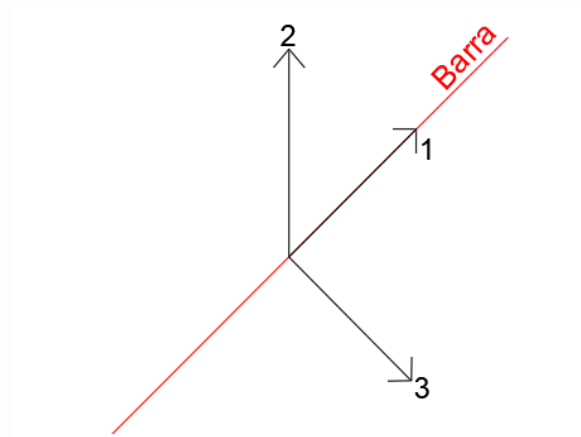
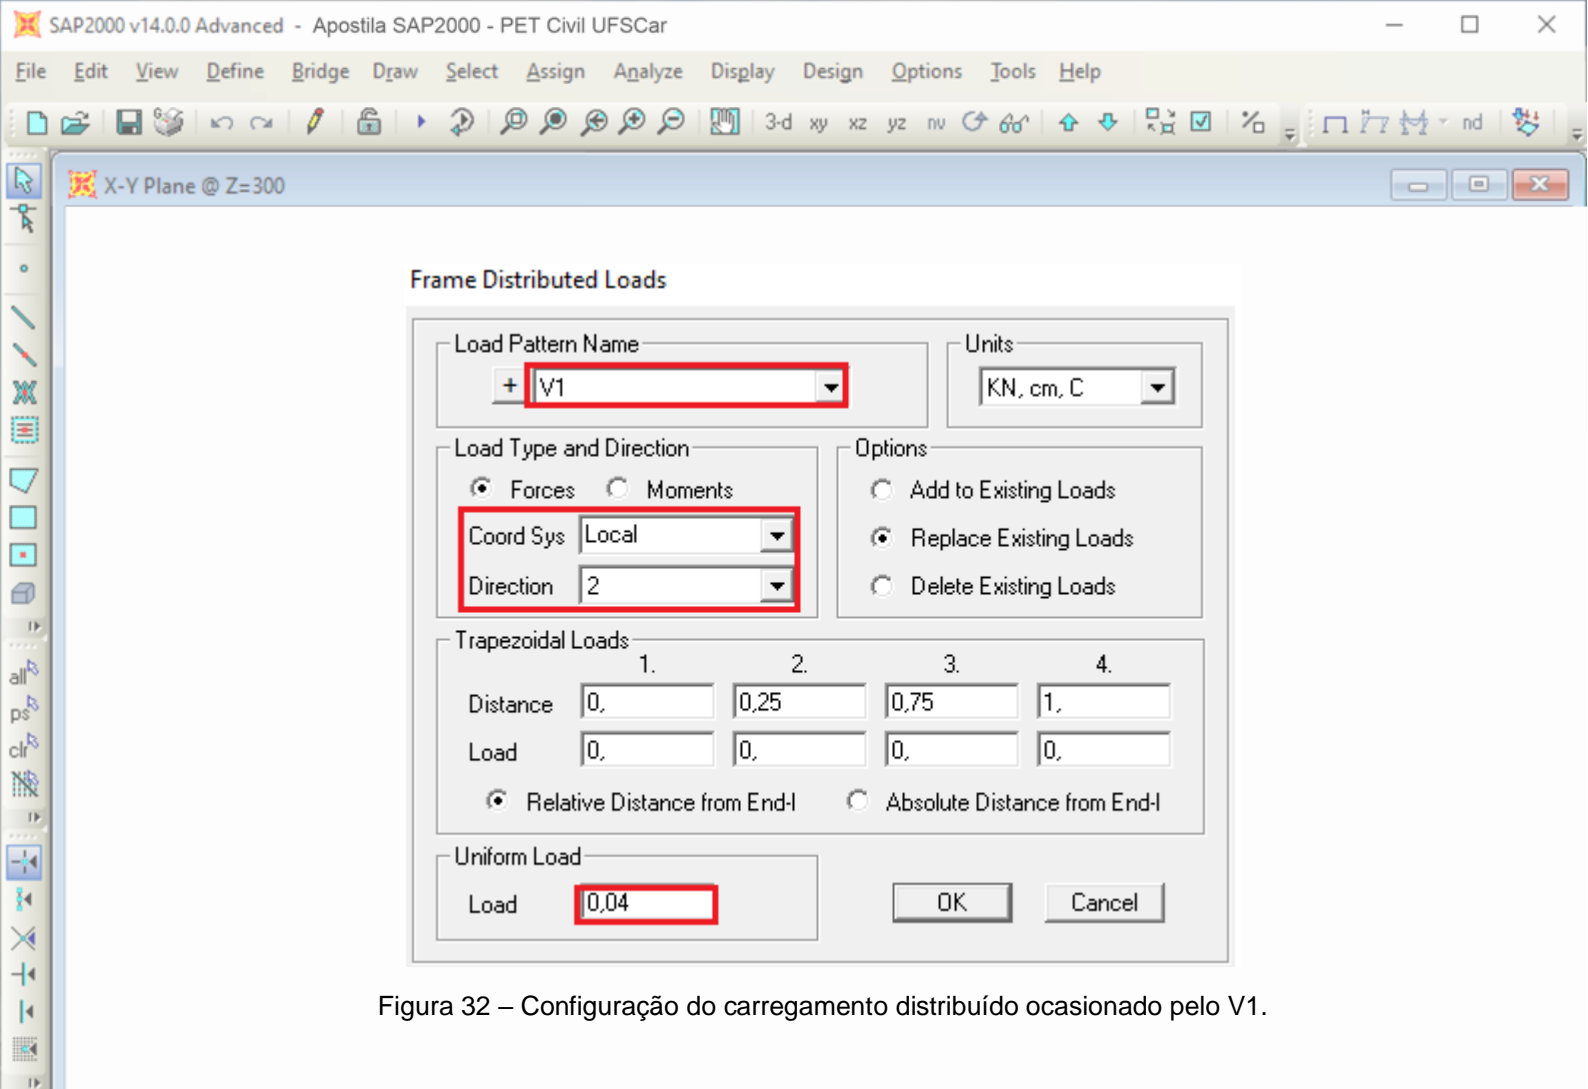

Figura 31 – Eixos de coordenadas local em relação aos elementos lineares.
Figura 32 – Configuração do carregamento distribuído ocasionado pelo V1.
O procedimento para adicionar as cargas distribuídas causadas pelo vento começa igual ao que foi feito para a carga permanente (CP). Com as barras selecionadas, clica-se na guia “Assign”, e depois as opções “Frame Loads” ⇒ “Distributed” são escolhidas. A mesma janela mostrada na figura 25 é aberta, no entanto, as seguintes alterações são feitas: em “Load Pattern Name”, o carregamento escolhido agora é o V1; em “Coord Sys” deve ser selecionado o sistema local; e em “Direction”, é escolhida a opção “2”. Em relação a esse último campo, a direção “1” local distribuiria o carregamento paralelamente à barra, e a direção “3” distribuiria a força na direção do eixo y do SAP2000. Por isso se escolhe a direção “2”, pois essa opção aplica a carga perpendicularmente à barra (veja a definição dos eixos locais na figura 31). Por último, o valor do carregamento é acrescentado no campo “Load”. As alterações que devem ser efetuadas estão destacadas na figura 32.
Depois que todos os dados da combinação 1 estão preenchidos, seleciona-se “OK” e ela é acrescentada à análise. Os mesmos passos são repetidos para as combinações 2 e 3. Ao final, na janela Define Load Combinations, apresentada na figura 32, devem estar listadas as três combinações; e é possível revisar cada uma delas selecionando-as e depois clicando na opção “Modify/Show Combo...”.
Efetuada isso, fazendo o caminho Define ⇒ Load Cases... (figura 32 já explicada) é possível observar que o software tem cadastrado, além de todos os carregamentos feitos anteriormente, as combinações não lineares. Em seguida, selecionando uma combinação não linear, por exemplo a COMB1-NL, e apertando “Modify/Show Load Case...” a janela “Load Case Data - Nonlinear Static”, ilustrada na figura 46, abre.